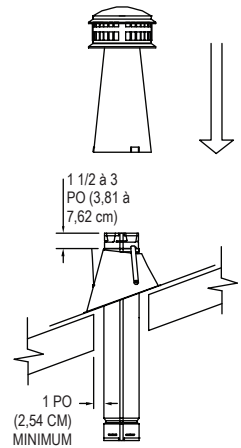

Figure 16
**4. Solin.** Positionnez le solin de façon à ce que le trou soit directement au-dessus de l'extrémité du conduit, comme indiqué sur la **Figure 16**.
**5. Hauteur.** Ajoutez suffisamment de sections du conduit d'évent de type B pour que le système se termine entre 1 1/2 et 3 po (3,81 à 7,62 cm) au-dessus du collet du solin, comme le montre la **Figure 16**.